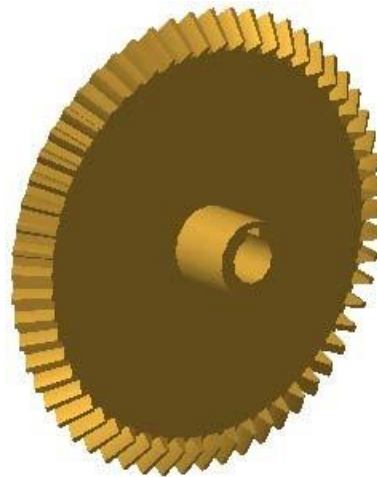

Рисунок 7.13 - Модель кінчного зубчатого колеса із шпонковим пазом
3. У результаті одержимо (рис. 7.13):